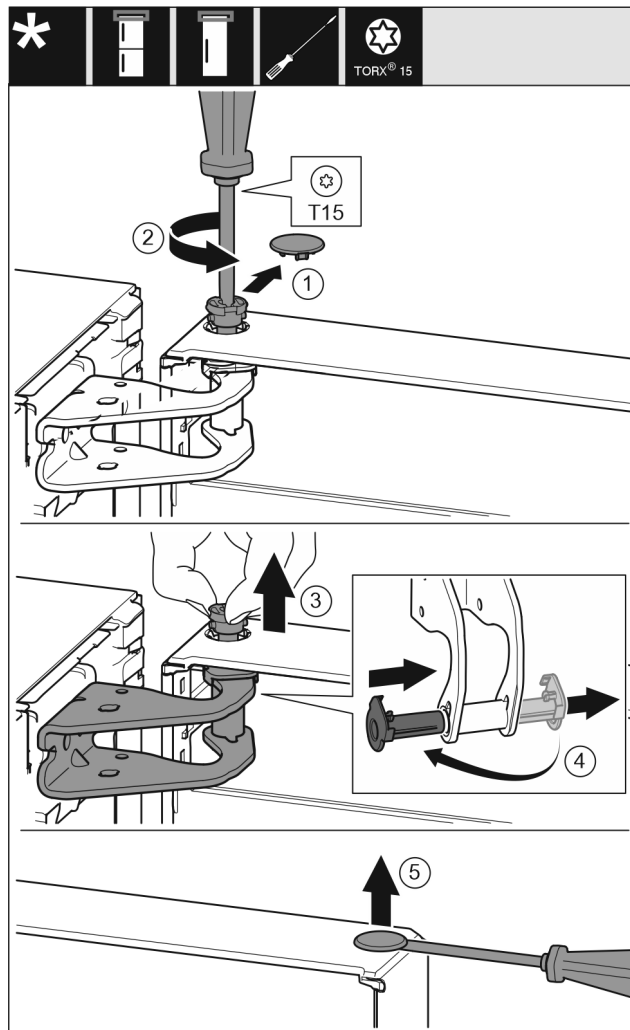

Fig. 7
- Enlever délicatement le cache de sécurité. Fig. 7 (1)
- Dévisser légèrement le boulon avec un tournevis T15. Fig. 7 (2)
- Tenir fermement la porte et sortir le boulon avec les doigts. Fig. 7 (3)
- Tirer la douille de palier en dehors du guide. La mettre de l'autre côté et l'enclencher. Fig. 7 (4)
- Soulever délicatement le bouchon en dehors de la douille de palier de porte avec un tournevis plat et le sortir. Fig. 7 (5)